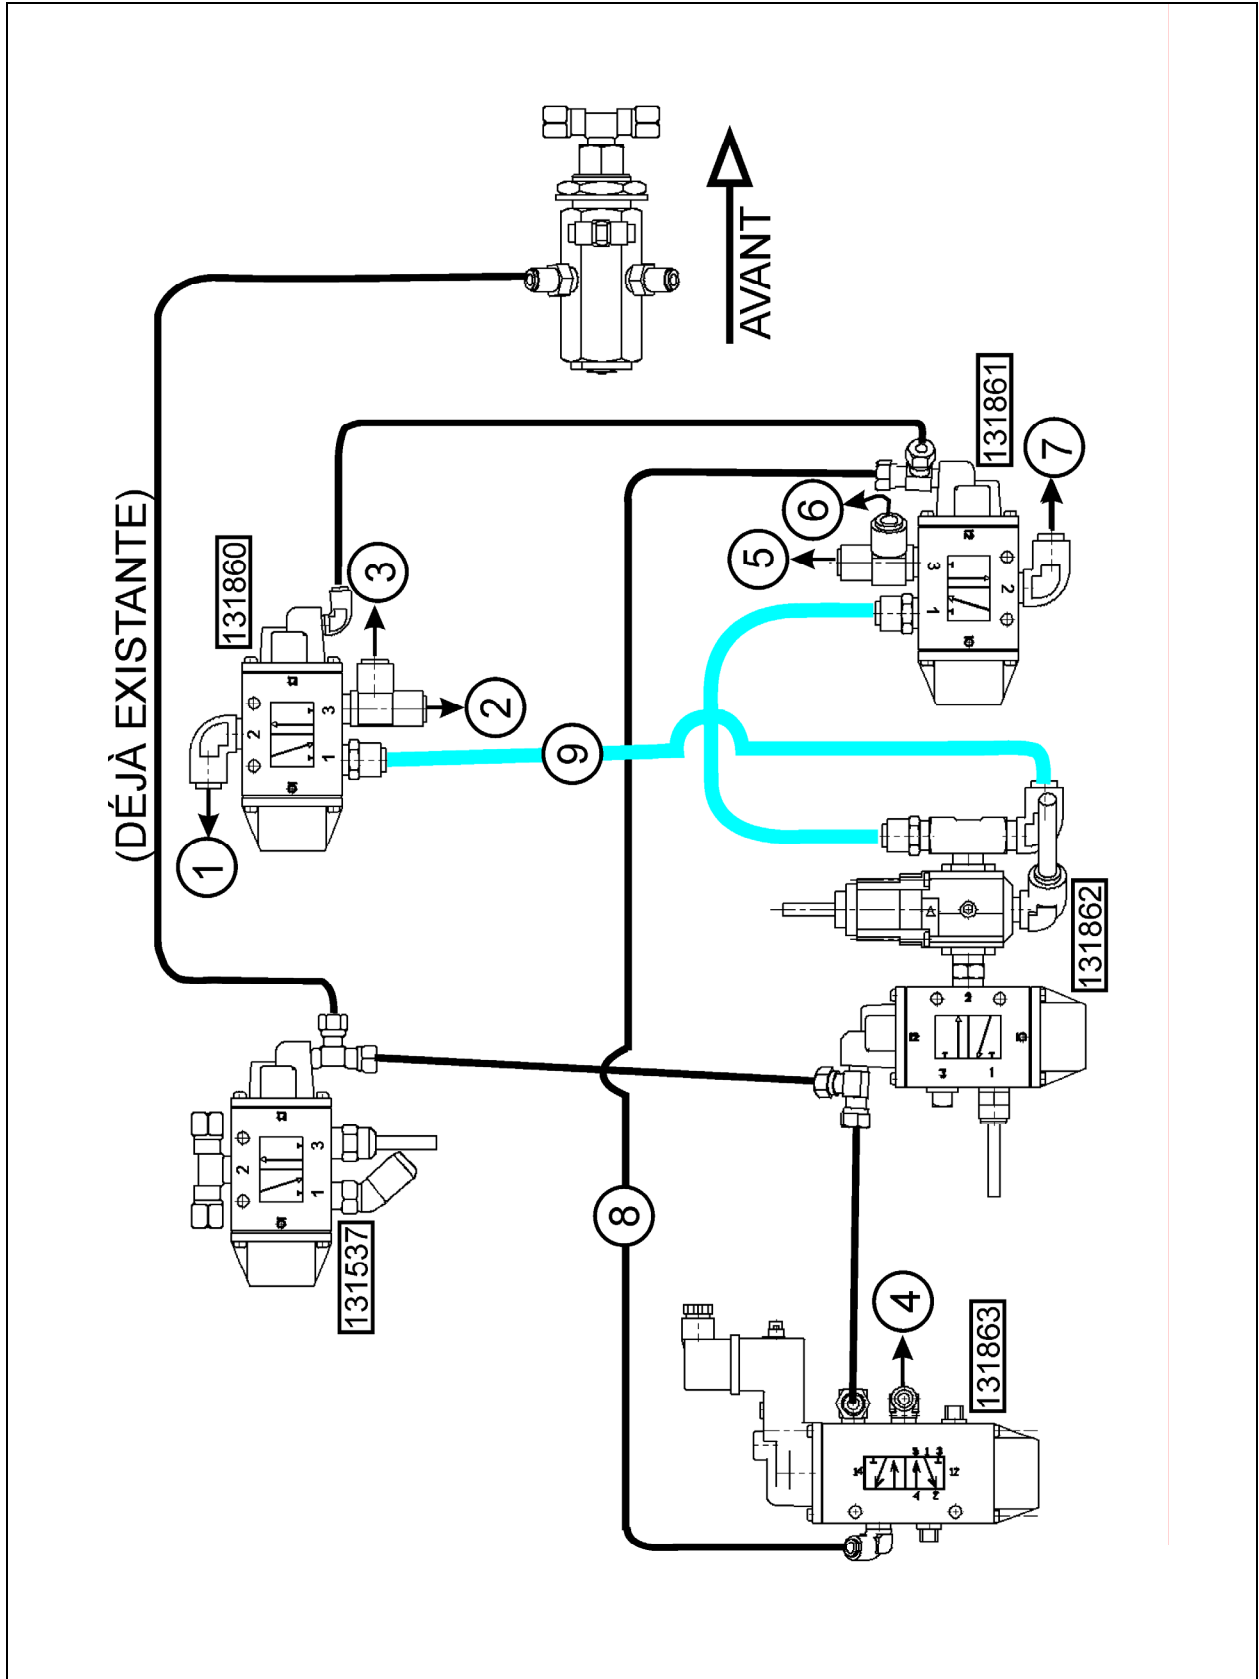

FIGURE 4 : RACCORDEMENT DES CANALISATIONS
8. Acheminer une canalisation d'air entre les valves 131861, 131862 et la valve solénoïde située dans le compartiment moteur (voir la figure 4).
9. Faire le raccordement des canalisations sur les nouvelles valves en se référant à la figure 4.